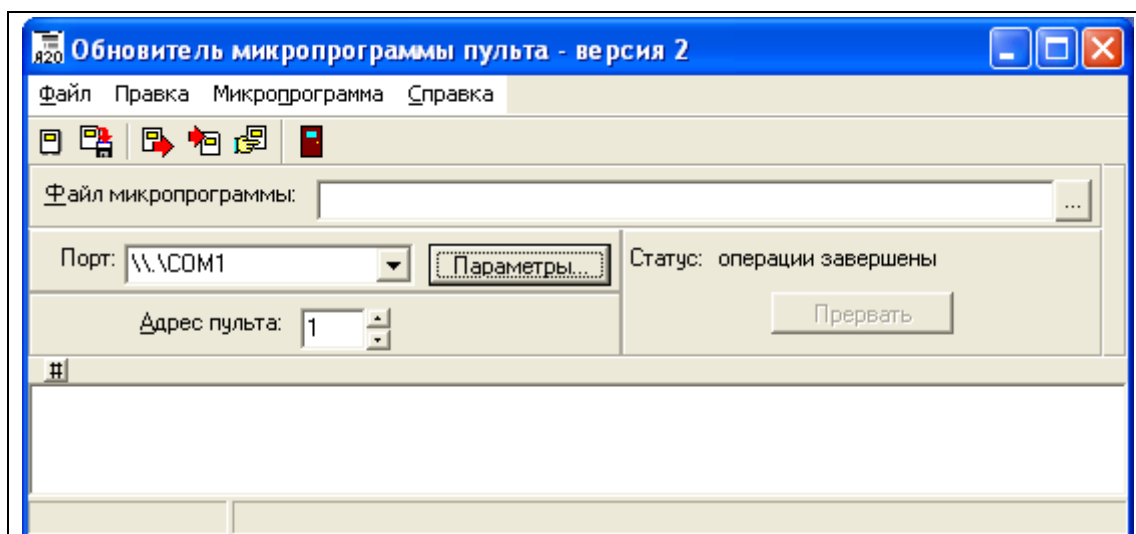

Рисунок 1.2 – Окно программы «Обновитель микропрограммы пульты – версия 2»
- 1.6 Запустите с компьютера файл **pult_upd2.exe** с программой обновления микропрограммы прибора «А-20» – откроется диалоговое окно «Обновитель программы пульты – версия 2» (см. рисунок 1.2).